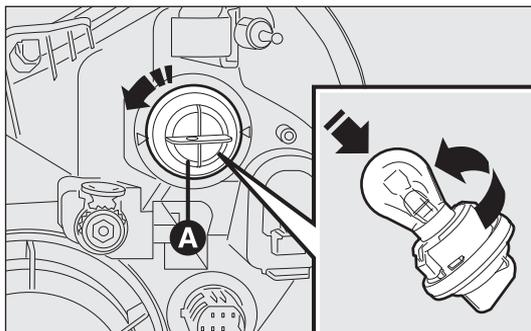

Abb. 189
- den Lampensockel A-Abb. 189 gegen den Uhrzeigersinn drehen und herausnehmen;